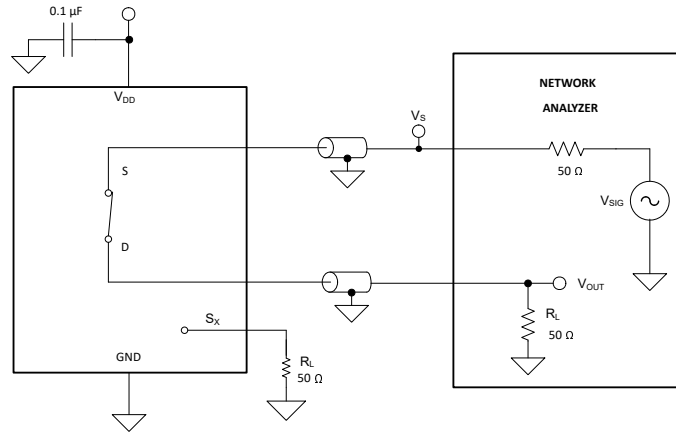

図 6-11. 帯域幅測定時の設定
帯域幅は、入力をオンチャンネルのソース ピン (Sx) に印加したときに、デバイスのドレイン ピン (D) で測定される出力の減衰量が、3dB 未満である周波数の範囲として定義されます。図 6-11 に、帯域幅を測定する際の設定を示します。